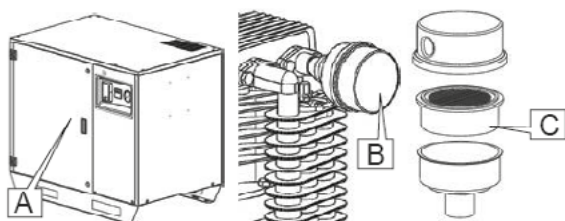

Fig. 13
- 3 Öffnen Sie die Wartungstür mit dem mitgelieferten Schlüssel (Pos. A, Abb. 13).
- 4 Schrauben Sie die Abdeckung (Pos. B, Abb. 13) ab, entnehmen Sie die Patrone und ersetzen Sie sie durch eine neue.